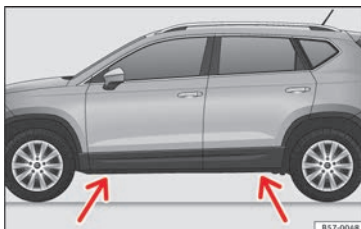

Fig. 73 Travesaño: marcas.
- Busque en el larguero la marca del punto de apoyo del gato (zona hundida) más cercana a la rueda a cambiar » » » fig. 73.